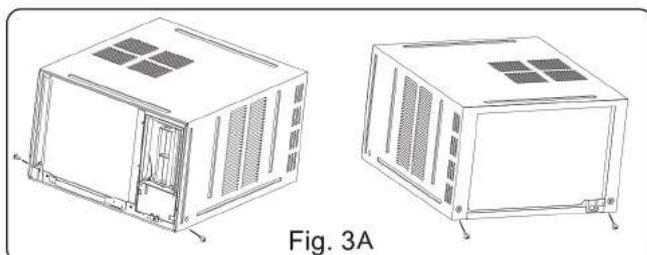

Fig. 3A
- Retirer les 4 vis situées sur les côtés et l'arrière de la carrosserie comme montré Fig.3A.
2. Fixer les vis sur le cadre (voir Fig.3A, 3B, 3C, 3D).